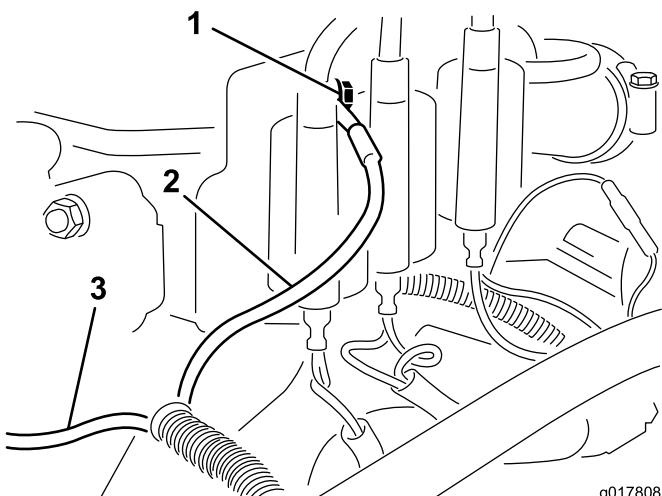

Figura 5
9. Ligue à massa o fio preto na cablagem ao motor utilizando um parafuso de bobina ou outra ligação à massa adequado (Figura 5).